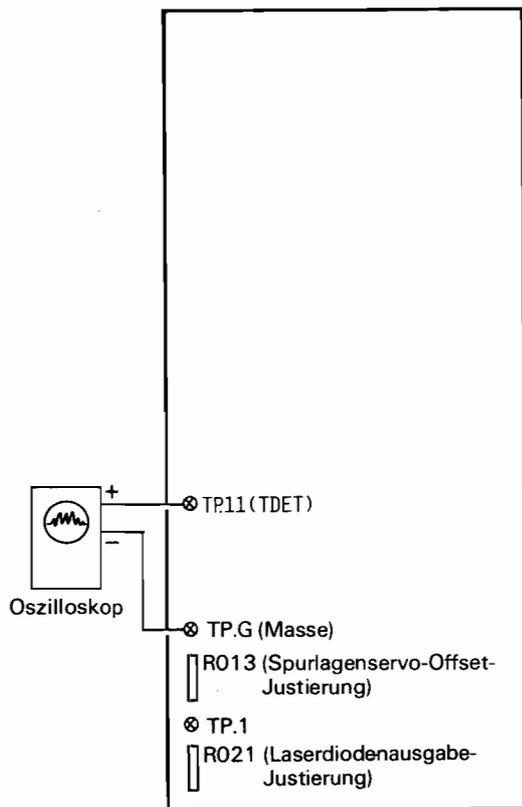

Abb. 26 PP P.W.B.
**(2) Justierverfahren**
- [1] Schließen Sie das Oszilloskop an die Punkte TP.11 (TDET) und TP.G (Masse) an (Abb. 26).